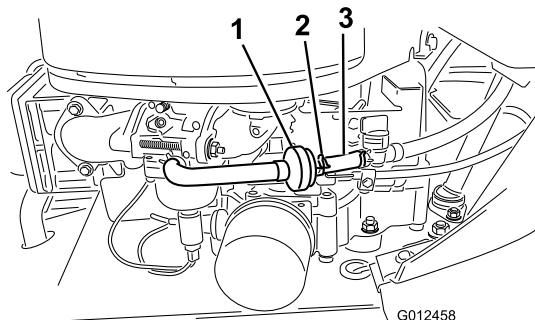

Figura 28
9. Togliete il tappo di spurgo per lasciare defluire l'olio (Figura 28).
7. Allentate la fascetta stringitubo e spostatela in alto sul tubo del carburante, lontano dalla valvola di intercettazione del carburante (Figura 28).
8. Togliete i tubi del carburante dal filtro del carburante (Figura 28).
11. Infilate la fascetta vicino al filtro del carburante, per fissare il tubo del carburante (Figura 28).
Il momento più opportuno per sostituire il filtro del carburante (Figura 28) è quando il serbatoio del carburante è vuoto. Non rimontate mai il filtro carburante sporco dopo averlo tolto dal tubo di alimentazione del carburante.